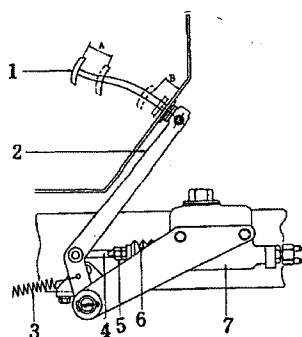

図13-2 ブレーキペダル
(1) ブレーキマスタシリンダリザーバタンクの点検
(2) ブレーキペダルの作動点検
- ii) ブレーキペダルの遊び及び踏み代を点検します。遊びの調整は、マスタシリンダ プッシュロッド(アイボルト)のロックナットを弛めペダルの遊びが13mmになるようプッシュロッドにより調整、ロックナットは確実に締付けます。(図13-2)